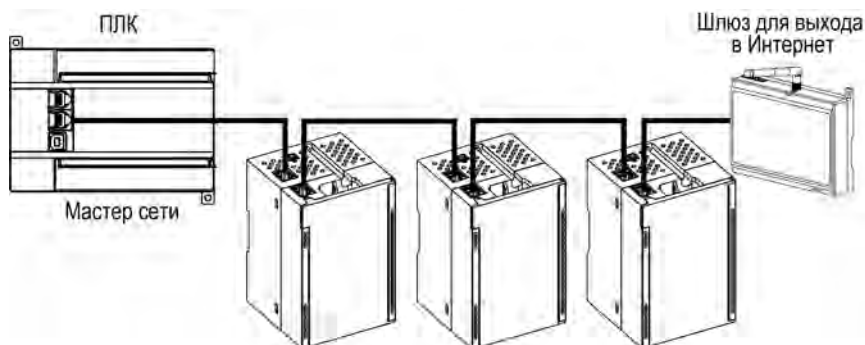

Рисунок 5.8 – Подключение по схеме «Цепочка»
- «Цепочка» / «Daisy-chain» (см. рисунок 5.8).